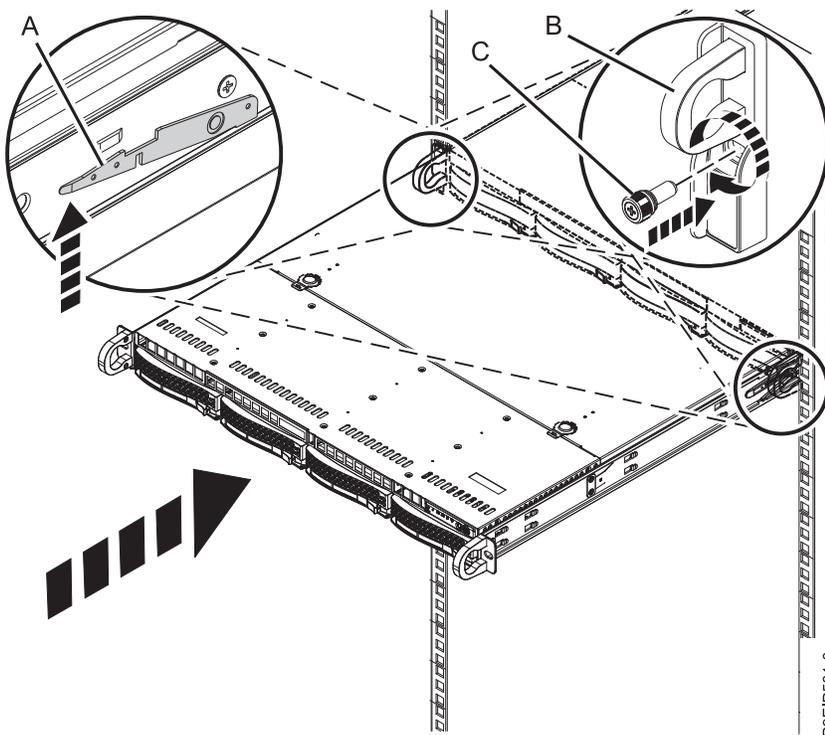

図 57. システムの操作位置への設置
5. レール安全ラッチ **(A)** を上方に持ち上げて解放し (図 57 を参照)、システムをラックに完全に押し込みます。安全ラッチは、反対方向に動作します。つまり、一方の側のラッチが上に移動すると、もう一方の側のラッチは下に移動します。